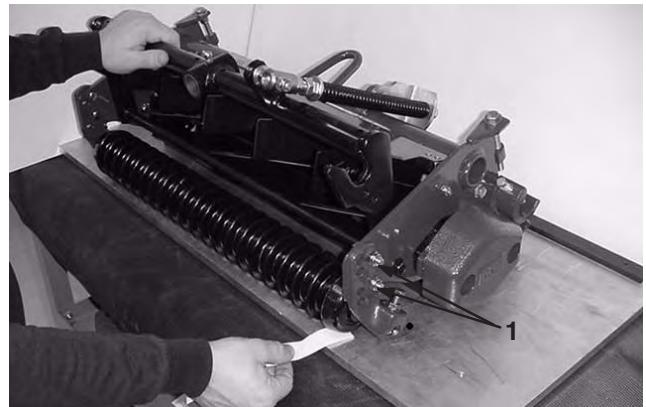

Bild 13
2. Nivellieren Sie die vordere Rolle zur Spindel, indem Sie die vier Kopfschrauben lösen, mit denen die Halterungen der vorderen Rolle befestigt sind. Drehen Sie die vordere Rolle dann so lange, bis sie die Oberfläche berührt, auf der die Platte ist. Ziehen Sie die Kopfschrauben fest und stellen Sie sicher, dass sich die Stellung der Rolle nicht geändert hat. Halten Sie die Mutter fest, während Sie die Kopfschraube festziehen, damit sich die Rollenhalterung beim Anziehen nicht bewegt (Bild 13).
Hinweis: Versuchen Sie ein Stück Papier unter jeder Seite der Rolle zu schieben, um zu prüfen, ob Kontakt besteht (Bild 13).